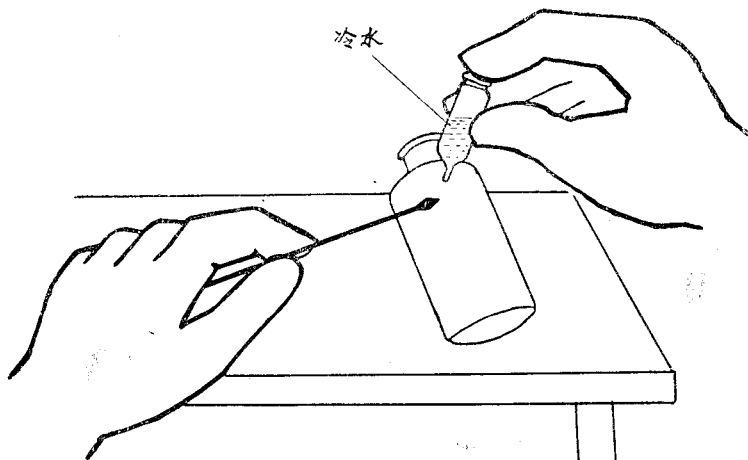

图2 制造裂纹操作方法
2. 确定起点 切割时，要以一处破损裂纹为起点。假如玻璃瓶上原先就有破损裂纹，则可选择一条适宜的裂纹为起点，把这个裂纹延伸到准备切割的路线(方法见后)。若瓶上原先没有裂纹，则必须在瓶上某处制造裂纹(应制造在决定舍掉的部分，并尽可能远离预定的切割线)。方法是把玻璃瓶平放在台面上，用破瓷碗碎片的棱锋在准备制造裂纹的地方划一痕迹(约3~5mm)，把在炭火炉中烧红的铁丝尖端烙在所划的痕迹上；片刻，用冷水滴在经铁丝加热的部位，该处即产生裂纹。操作方法如图2所示。若玻璃瓶壁很厚，用铁丝尖端加热的时间要增长。用一个眼药滴瓶来滴冷水，则既方便，又易于控制破裂范围。另一方法是在欲制造裂纹处直接用酒精灯或煤油灯火焰加热，然后滴以冷水。但须注意烧热面积应尽可能小些，以免破裂范围过大，波及需要保留的部分。这种方法较难于掌握。